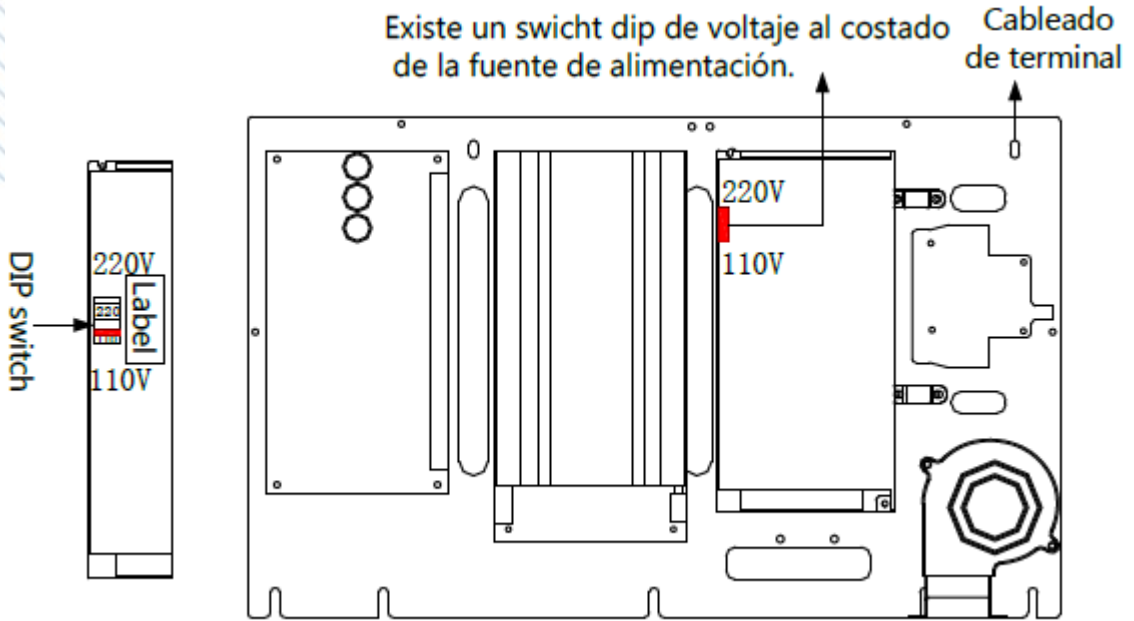

Figura 2-3
1. Asegure que el voltaje de alimentación es el requerido para evitar daños en el equipo. Es posible cambiar el voltaje de entrada de 110V a 220V mediante el DIP switch como se muestra en la figura 2-3.